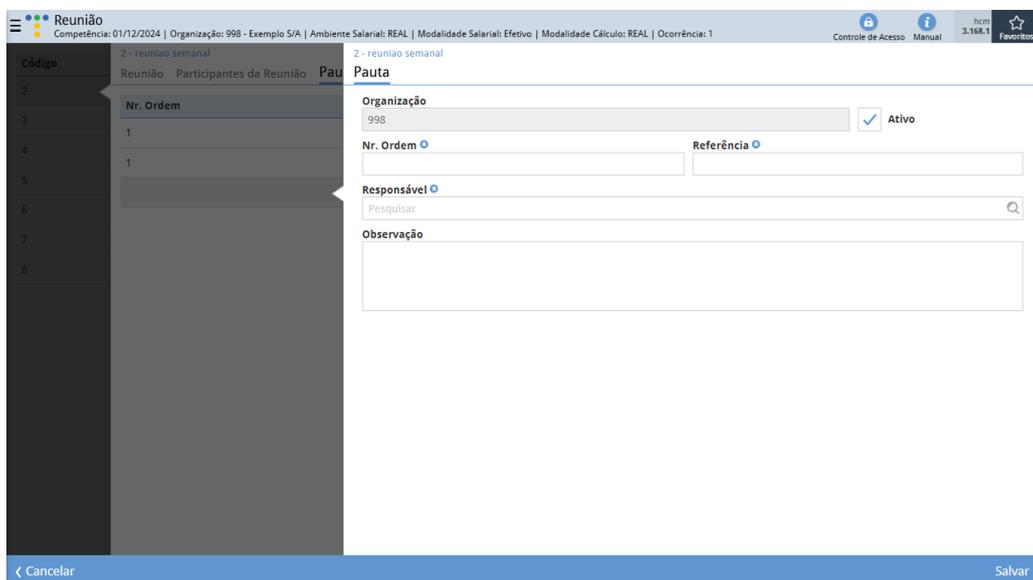

Figura 111: Formulário
2. Preencha o formulário (Figura 111) com as informações solicitadas: